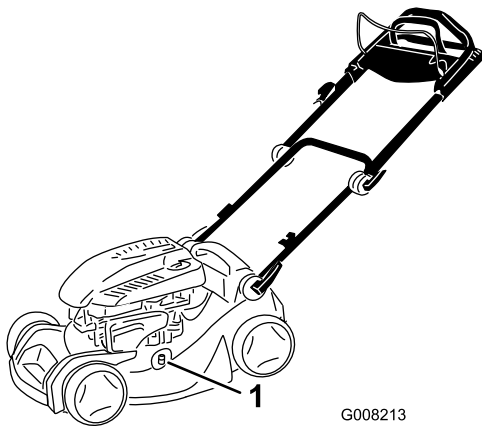

Figura 29
4. Collegate una canna da giardino al rubinetto dell'acqua ed al foro di lavaggio sulla scocca del tosaerba (Figura 29).